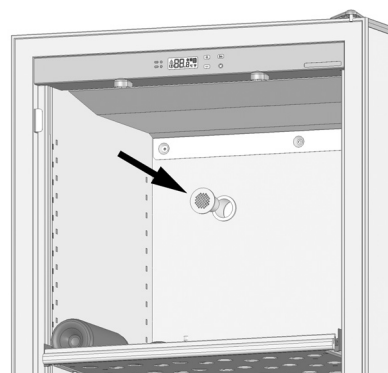

Abb. 3
- Nehmen Sie den Aktivkohlefilter aus dem Zubehörkasten und setzen Sie ihn in die Öffnung für die Luftzirkulation im Geräteinneren oben auf der linken Seite (siehe **Abb. 3**).